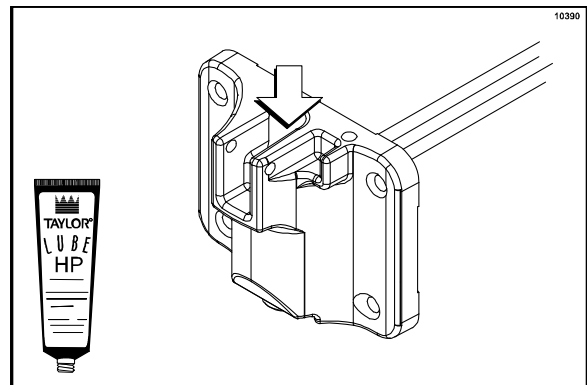

Figura 135
8. Lubrifique levemente o interior do topo da cavidade da válvula da porta da máquina. (Veja a Figura 135.)